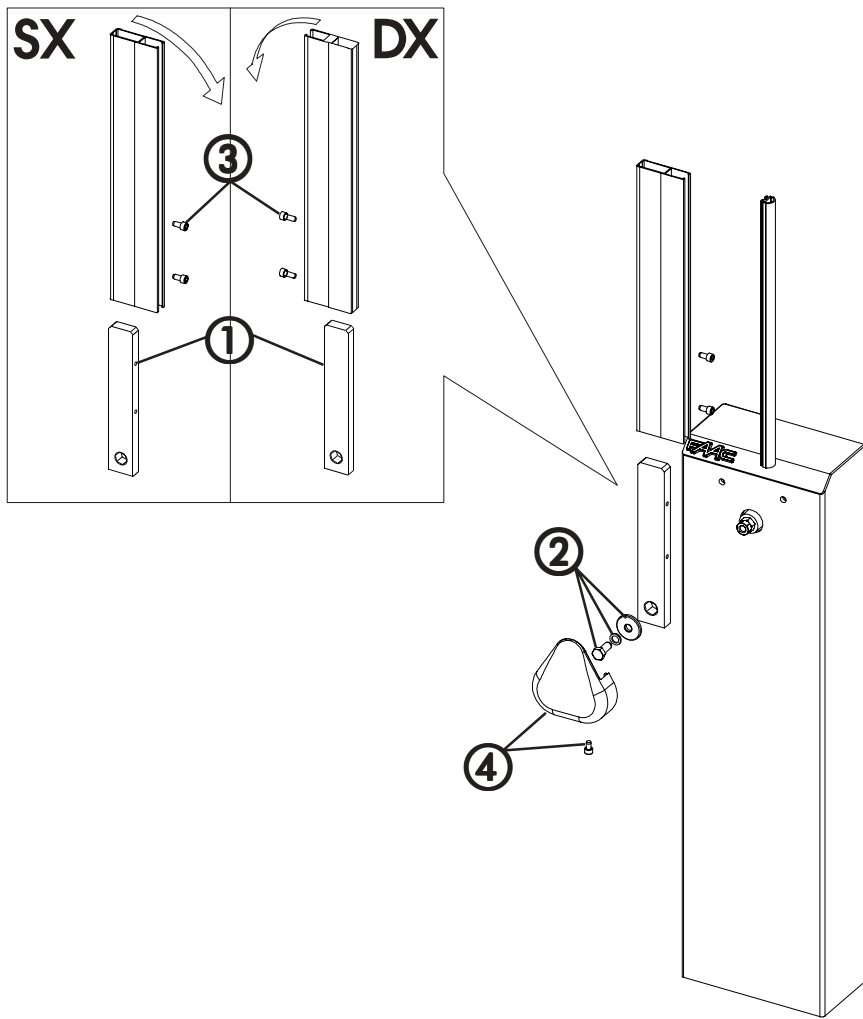
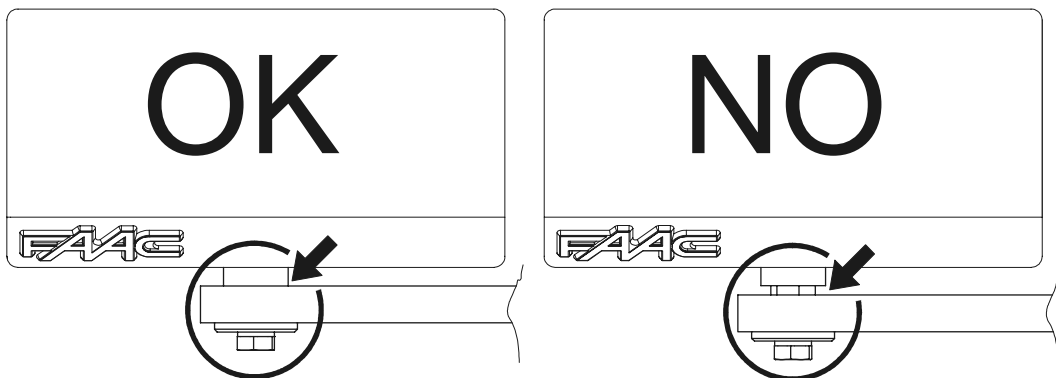

fig.1
fig.2
Prima di procedere al fissaggio della tasca sull'albero, assicurarsi che i due fori filettati (fig. 1 rif ①) si trovino in corrispondenza del lato inferiore dell'asta (profilo in gomma antiurto).
- Montare la tasca sull'albero utilizzando la viteria in dotazione (fig. 1 rif. ②). Assicurarsi che la tasca sia in battuta sull'albero come indicato in figura 2.
- Inserire l'asta sulla tasca e bloccarla con le due viti a corredo (fig. 1 rif. ③).
- Montare la copertura dell'asta utilizzando la vite in dotazione (fig. 1 rif. ④).
Before assembling the pocket on the shaft, ensure that the two threaded holes (fig. 1 ref. ①) are in a position corresponding with the lower side of the beam (rubber protection strip).
- Assemble the pocket on the shaft using the provided set of screws (fig. 1 ref. ②). Certify that the pocket encounters the shaft as indicated in fig. 2.
- Insert the beam on the pocket and block it with the two provided screws (fig. 1 ref. ③).
- Mount the beam cover with the provided screws (fig. 1 ref. ④).
Avant de procéder à la fixation de la bride sur l'arbre, s'assurer que les deux trous taraudés (fig. 1 réf. ①) se trouvent en correspondance du côté inférieur de la lisse (bande de caoutchouc anti-choc).
- monter la bride sur l'arbre en utilisant la visserie fournie (fig. 1 rif. ②). S'assurer que la bride soit en butée sur l'arbre comme indiqué dans la figure 2.
- insérer la lisse sur la bride et la bloquer avec les deux vis fournies (fig. 1 réf. ③).
- monter le capot de la lisse en utilisant la vis fournie (fig. 1 réf. ④).
Antes fijar la brida en el eje, asegurarse que los dos agujeros roscados (fig. 1 rif. ①) se encuentren en correspondencia del lado inferior de la barra (perfil en goma antichoque).
- Ensamblar la brida en el eje utilizando los tornillos en dotación (fig.1 rif. ②). Asegurarse que la brida esté insertada hasta el final del eje como indicado en la figura 2.
- Insertar la barra sobre la brida y bloquearla utilizando los dos tornillos suministrados (fig. 1 rif. ③)
- Montar la cobertura de la barra utilizando el tornillo en dotación (rif. 1 rif. ④).
Vor der Montage der Balkenbefestigung an der Welle ist es sicherzugehen, dass die zwei Gewindebohrungen (Abb. 1 Ref. ①) mit der unteren Seite (Gummiprofil) des Balkenprofils übereinstimmen.
- Die Balkenbefestigung mittels der mitgelieferten Schrauben an der Welle montieren (Abb. 1 Ref. ①). Sichergehen, dass die Balkenbefestigung bis zum Wellenanschlag geht (siehe Abb. 2).
- Den Balken in der Balkenbefestigung einsetzen und ihn mit den mitgelieferten Schrauben fixieren (Abb. 1 Ref. ③).
- Die Abdeckung mittels der mitgelieferten Schraube (Abb. 1 Ref. ④) montieren.
Vooraleer verder te gaan met het bevestigen van de fixeerplaat op de as, moet men zich ervan vergewissen dat de 2 met schroefdraad afgezette gaten (fig.1 rif. ①) zich bevinden in overeenstemming met het onderste deel van de stang (profiel in antichoc rubber).
- De fixeerplaat op de mast monteren door gebruik te maken van de bijgevoegde schroeven (fig.1 rif. ②).
- Zich ervan vergewissen dat de fixeerplaat op de mast gefixeerd wordt zoals op fig. 2 aangeduid (beide delen moeten in contact zijn).
- de stang in de fixeerplaat schuiven en haar blokkeren met de 2 schroeven in de uitzet (fig.1 rif. ③).
- Het beschermingsdeel van de stang monteren door gebruik te maken van de bijgevoegde schroeven (fig. 1 rif. ④).